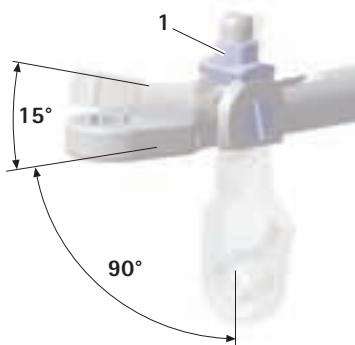

Fig. 3
- Sätt T-nyckeln **H** i önskad vinkel och dra åt sexkanten **1** medurs, se Fig. 3.